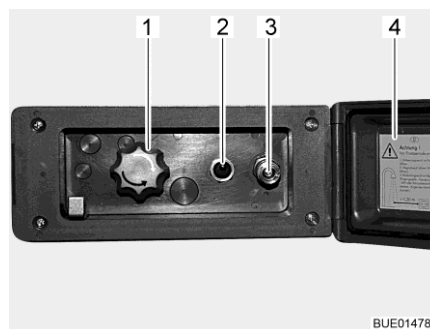

Bild 169 Duschanschluss außen
- Deckel (Bild 169,4) entriegeln und öffnen.
- Schlauch der Außendusche am Schnellverschluss (Bild 169,3) anschließen.
- Wasserpumpe mit Schalter (Bild 169,2) einschalten.
- Wassertemperatur mit Drehknopf (Bild 169,1) nach Wunsch einstellen.
- Wasserpumpe mit Schalter (Bild 169,2) ausschalten.
- Deckel (Bild 169,4) schließen und mit Schlüssel verriegeln.
- Drehknopf (Bild 169,1) auf Mittelstellung stellen.